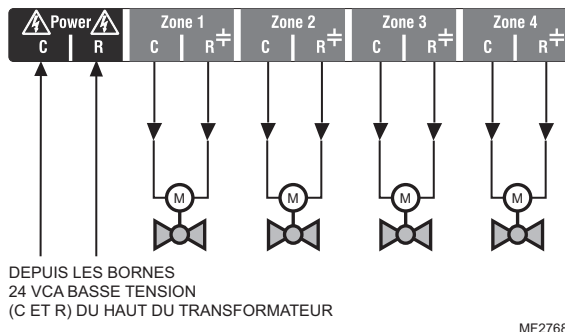

Fig. 12. Câblage d'un module de zonage AQ15540B pour utilisation avec des vannes de zone basse tension sans interrupteurs d'extrémité.
1. Vannes de zone basse tension sans interrupteurs d'extrémité : En utilisant la Fig. 12 de la page 10 comme guide, acheminez les fils cavaliers depuis les bornes R et C du circuit secondaire du transformateur de l'AQ251, à travers le passage de câble traversant le haut du tableau de régulation, vers le bas à travers le passage de câble du côté droit du panneau et sur les bornes R et C de la base du module de zonage.